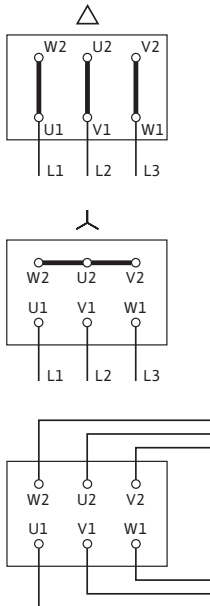

Fig. 11: Alimentation réseau
- Le schéma de raccordement électrique se trouve dans le couvercle de la boîte à bornes (voir aussi fig. 11).
- L'alimentation réseau de la plaque à bornes dépend de la puissance du moteur P₂, de la tension d'alimentation et du démarrage. Pour le couplage nécessaire des ponts de liaison dans la boîte à bornes, se reporter au tableau suivant et à la fig. 11.